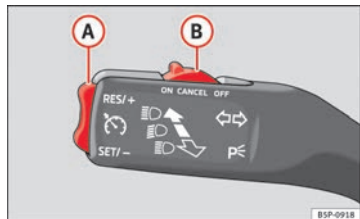

Fig. 148 Palanca de intermitentes y de luz de carretera: mando y tecla basculante para el regulador de velocidad.
- Cuando se haya alcanzado la velocidad que se quiere programar, pulse brevemente la parte inferior de la tecla basculante **SET/-** ⇒ fig. 148 **A** una vez.
- Presione la parte superior de la tecla basculante **RES/+** ⇒ fig. 148 **A** para aumentar la velocidad. El vehículo acelerará mientras mantenga la tecla presionada. Al soltar la tecla quedará memorizada la nueva velocidad.
- Presione la parte inferior de la tecla basculante **SET/-** ⇒ fig. 148 **A** para reducir la velocidad. El vehículo reducirá la velocidad desacelerando automáticamente mientras mantenga la tecla presionada. Al soltar la tecla quedará memorizada la nueva velocidad.
Si se reduce la velocidad programada pisando el pedal del freno, se desactiva el regulador de velocidad. Si quiere activar de nuevo el regulador, basará con presionar una vez la parte superior de la tecla basculante RES/+ ⇒ fig. 148 **A**.